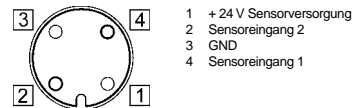

Bild 2: Steckerbelegung M 12 Buchse
- Über die M 12 Buchse können 2 Sensoren mit einem Y-Verteiler angeschlossen werden (s. Bild 2)